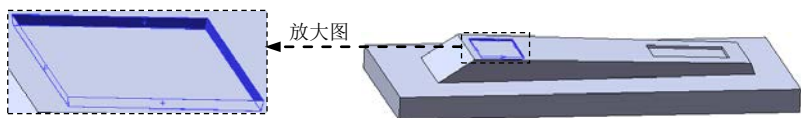

图 12.2.14 拔模 3
(3) 定义切除深度属性。在“切除—拉伸”对话框 **方向 1** 区域的 下拉列表中选择 **给定深度** 选项，在 中输入深度值 1.0。其他选择默认设置值。
(4) 单击 按钮，完成切除—拉伸 2 的创作。
Step8. 创建图 12.2.14 所示的零件特征——拔模 3。
(1) 选择命令。选择下拉菜单 **插入(I)** → **特征(F)** → **拔模(D)** ... 命令（或单击“特征 (F)”工具栏中的 按钮）。